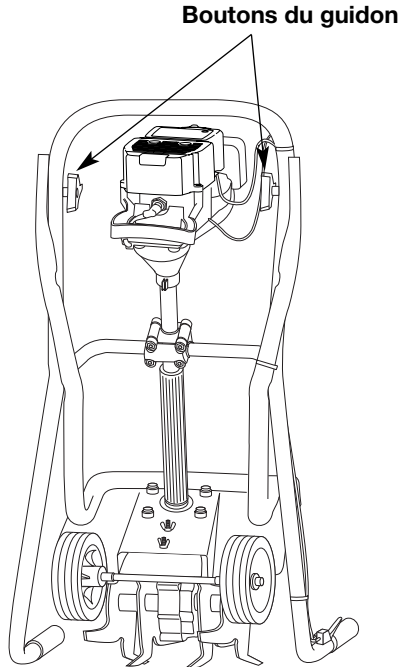

Fig. 19
3. Pliez les poignées comme indiqué (Fig. 19).